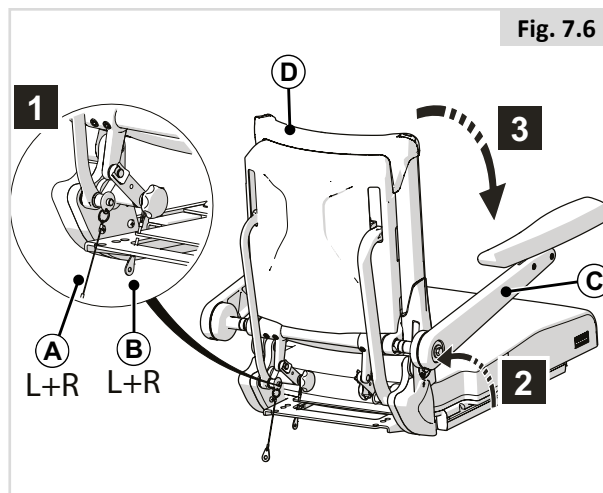

Fig. 7.6
7.5 Nedleggbar rygg med oppvippbare armlener (Fig. 7.6)